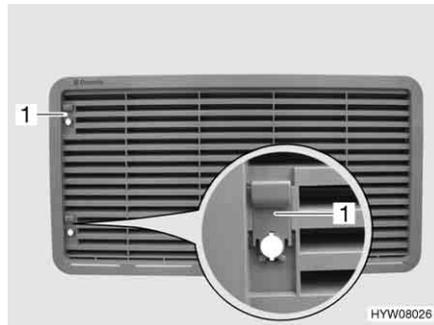

Bild 166 Kühlschrank-Lüftungsgitter
- Schieber (Bild 166,1) nach oben schieben.